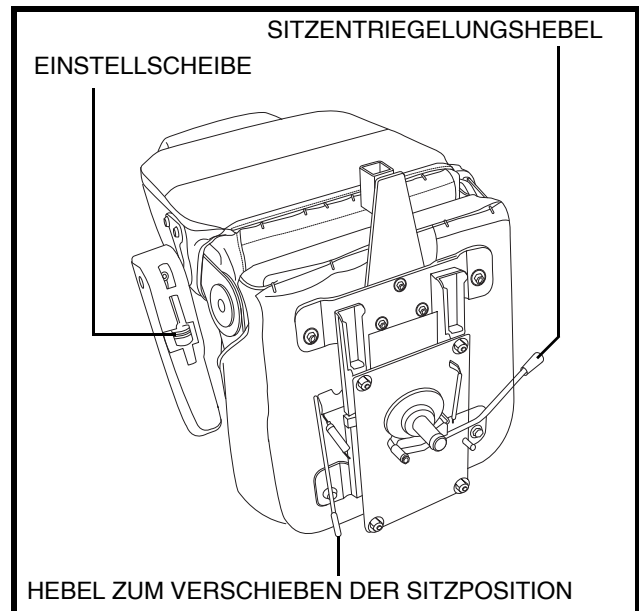

Abb. 18. Sitzeinstellungen
1. Sitzarretierungshebel nach vorne drücken, um den Sitz zu entriegeln. **Siehe Abb. 18.**
Der Abstand zwischen dem Sitz und dem Lenker kann durch das Vorwärts- oder Rückwärtsschieben des Sitzes eingestellt werden. **Siehe Abb. 18.**
1. Drehen Sie den Hebel zur Verstellung der Sitzposition nach aussen. **Siehe Abb. 18.**